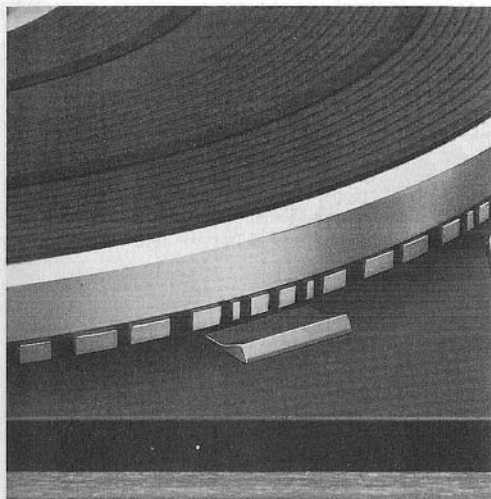

Fig. 24
Die genaue Einstellung der Plattenteller-Drehzahl $33 \frac{1}{3}$ U/min kann mit Hilfe der beleuchteten Stroboskop-Teilung des Plattenteller-Außenrandes auch während des Spieles kontrolliert werden (Fig. 24).
Each of the two standard speeds ($33 \frac{1}{3}$ and 45 rpm) can be varied with the pitch control (2). Adjustment is made with pitch control knob (2). Adjustment range at $33 \frac{1}{3}$ rpm approx. 1 semitone (6%). The illuminated strobe mechanism can be used to adjust the exact speeds for $33 \frac{1}{3}$ while a record is playing (Fig. 24). When the turntable rotates at exactly $33 \frac{1}{3}$ no movement of the bars is observed. If the bars appear to advance in the same direction as the turntable the turntable speed is too high. If the bars appear to retreat, the speed is too low.
Le réglage précis des vitesses de plateau 33 1/3 tr/mn peut être contrôlé à l'aide du stroboscope à lampe des divisions du bord extérieur du disque, même pendant l'audition (Fig. 24).